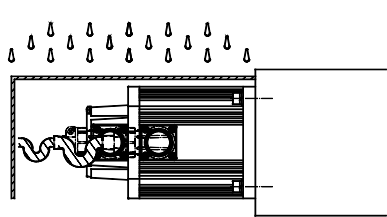

图 7
8.1 电动机结构按 GB 4208—2008/IEC 60529: 2001 《外壳防护等级 (IP 代码)》，GB/T 4942.1—2006 《旋转电机整体结构的防护等级 (IP 代码) 分级》标准的 IP65 等级进行防护，防止人体触及电动机内部危险部件，以及外来物质的干扰，保证电动机正常工作。但大部分切削液、润滑剂等液态物质渗透力很强，电动机长时间接触这些液态物质，很可能导致不能正常工作或使用寿命缩短。因此，在电动机安装使用时需采取适当的防护措施，尽量避免接触上述液态物质，更不能将其置于液态物质里浸泡（如图 7 所示）。
8.2 电机电缆排布不当时，可能会导致切削液等液态物质沿电缆导入并积聚到接插件处，继而引起电动机故障。因此，在安装使用时尽量使电动机接插件侧朝下（如图 7 所示）或朝水平方向布置。